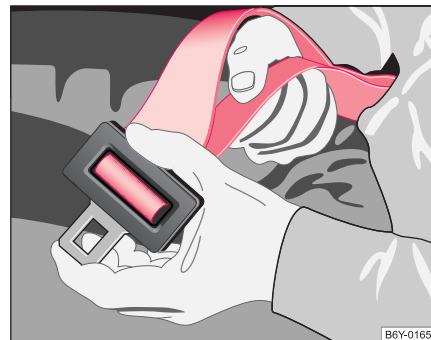

Fig. 97 Allongement de la sangle sous-abdominale
- Maintenez le pêne à angle droit par rapport à la ceinture et tirez sur la ceinture jusqu'à obtention de la longueur voulue ⇒ page 119, fig. 97.